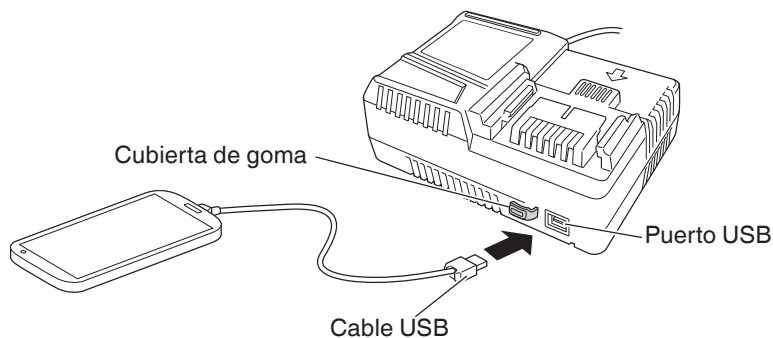

Fig.4
(2) Conecte el cable USB. (Fig. 4)